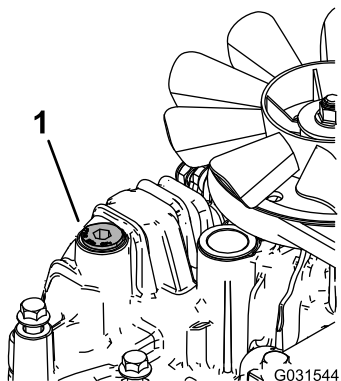

Figura 73
11. Allentate il tappo di sfiato su ciascuna trasmissione in modo che sia lento e mobile (Figura 73).